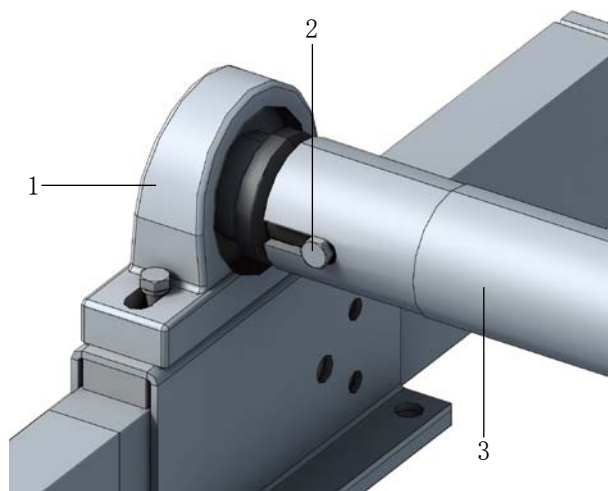

图 1.3-12
- 如图 1.3-12，将轴承上的内六角 螺钉松掉，皮带尾滚筒便可与轴 承座分离。